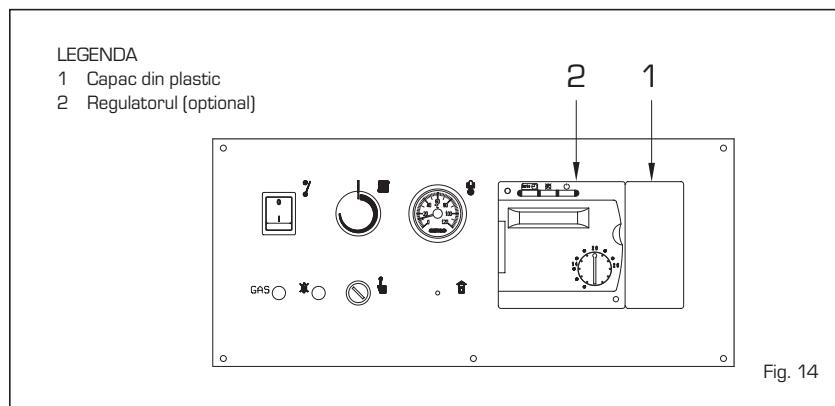

Fig. 14
8096303, furnizat impreuna cu sonda de temperatura externa (SE) si sonda de imersie (SC) (fig. 14). Regulatorul prevede conectarea unei serii suplimentare de conectori de joasa tensiune pentru legarea sondelor si a termostatului de camera (conectorii sunt intr-un plic din plastic amplasat in tabloul de comanda). Bulbul (elementul sensibil) sondei